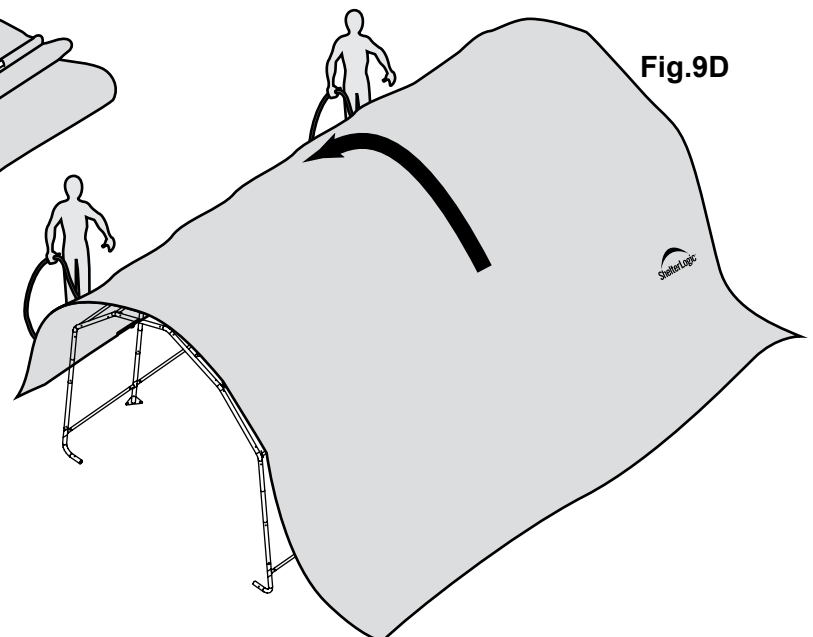

Fig.9D
**D.** Allez de l'autre côté de l'armature et placez la toile sur l'armature en tirant sur les cordes. Cette opération peut nécessiter deux personnes ou plus (fig. 9D).